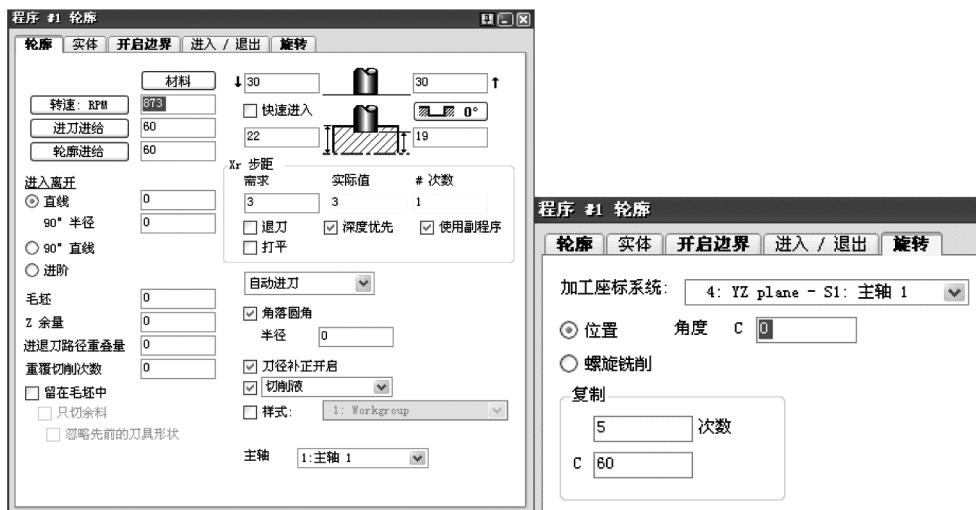

图 6-32 轮廓铣削操作
2) 应用#4 刀具进行轮廓铣削操作，如图 6-32 所示。